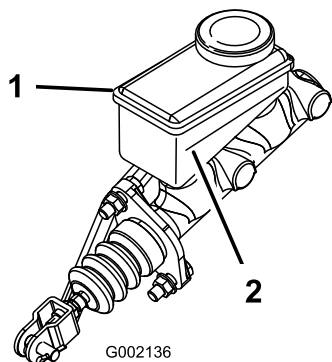

Figura 66
- Mire el nivel de aceite en el lateral del depósito (Figura 66).
- Añada líquido de frenos DOT 3 al depósito hasta que el nivel esté por encima de la línea Mínimo (Figura 66).